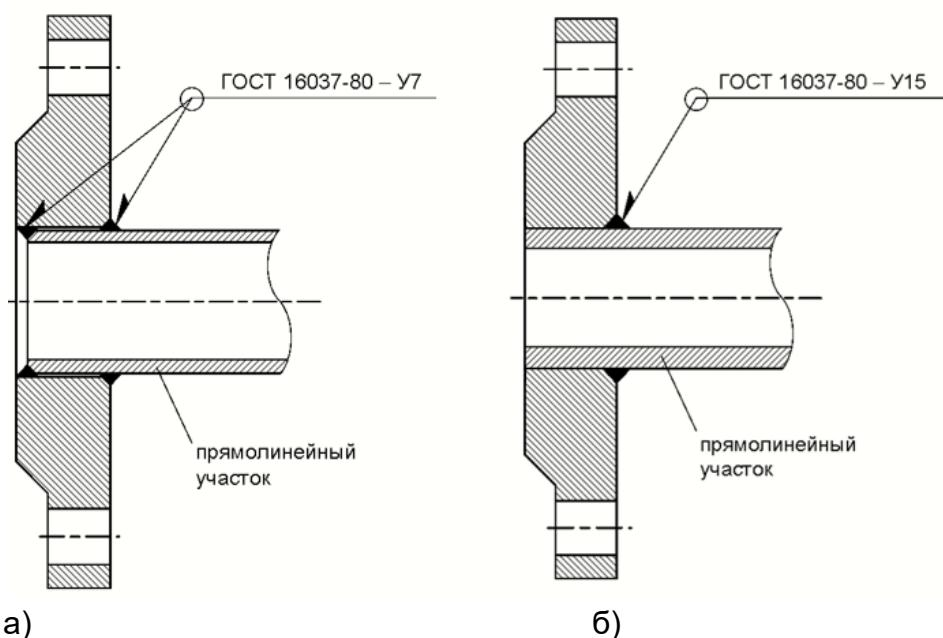

Рис.4. Сварка фланцев с прямыми отрезками трубопровода.
3.3.2.2. При изготовлении сборно-сварной конструкции используются плоские приварные фланцы по ГОСТ 33259 на давление 2,5 МПа. Сварка фланцев с прямыми отрезками труб (рис.4) осуществляется в соответствии с ГОСТ 16037.
При сварке фланца, приведенного на рис.4б, используются трубы сортамента по ГОСТ 8732 и ГОСТ 8734 только из табл.3.